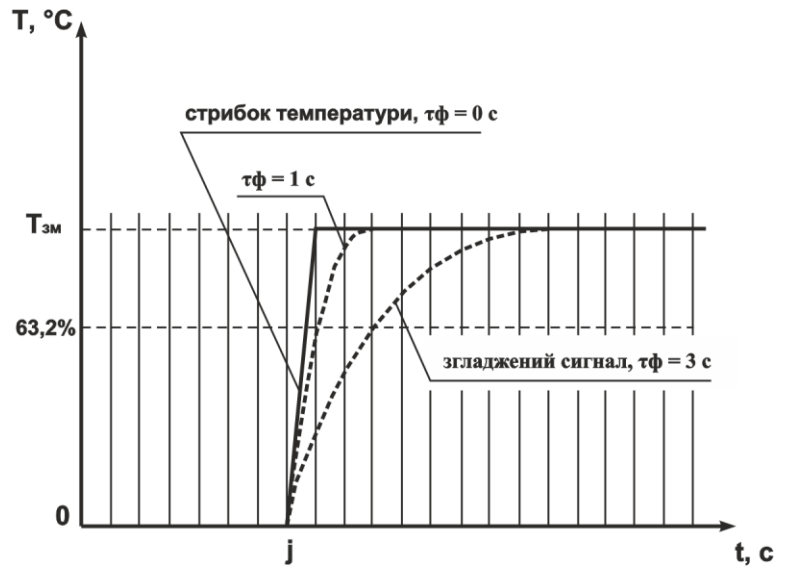

Рисунок 4
**2.2.6.2** Цифровий фільтр усуває шумові складові сигналу, здійснюючи його експоненціальне згладжування. Основною характеристикою експоненціального фільтру є « $\tau\Phi$ » - постійна часу цифрового фільтру, параметр  $F_{\tau t}$  - інтервал, протягом якого температура досягне 63,2% виміряного значення «Тизм» (рис. 4).